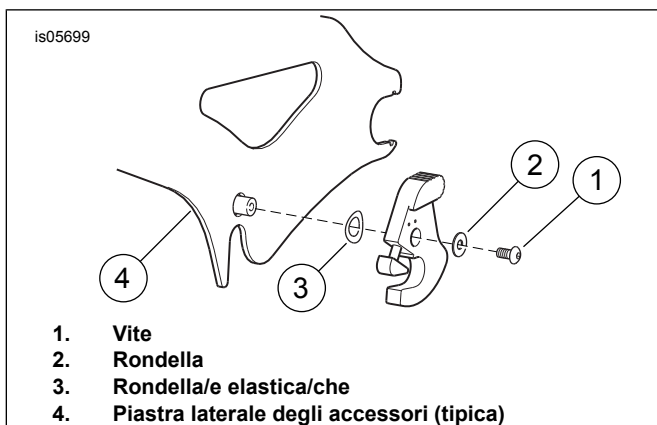

Figura 2. Rimuovere la chiusura (installazione esterna destra illustrata)
2. Vedere Figura 2 Rimuovere la vite (1) e la rondella (2) dalla chiusura da sostituire. Mettere da parte la vite e la rondella per l'installazione.